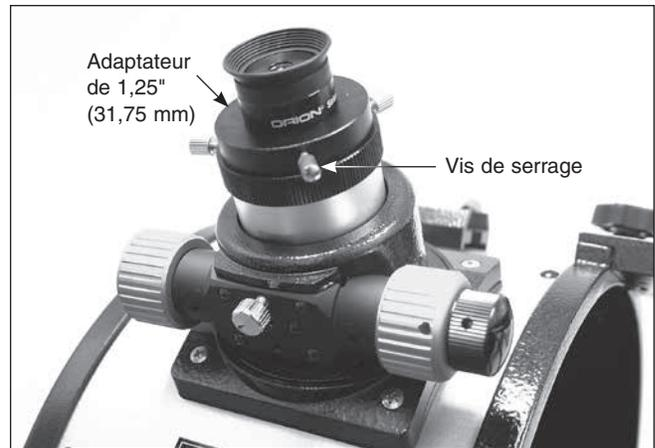

Figure 34. L'oculaire Plössl Sirius de 1,25" (31,75 mm) installé dans l'adaptateur 1,25" (31,75 mm) amovible du porte-oculaire.
4. Pour installer l'oculaire Sirius Plössl 10 mm au lieu de l'oculaire DeepView 2" (50,8 mm), gardez l'adaptateur 1,25" (31,75 mm) dans le porte-oculaire et vérifiez que les deux vis de l'adaptateur 2" (50,8 mm) sont serrées. À présent, desserrez la vis de l'adaptateur 1,25" (31,75 mm) sans desserrer les deux vis de serrage de l'adaptateur 2" (50,8 mm). Insérez l'oculaire 1,25" (31,75 mm) dans l'adaptateur pour oculaire de 1,25" (31,75 mm) et fixez-le en resserrant la vis de serrage sur l'adaptateur 1,25" (31,75 mm) (**Figure 34**). L'oculaire 2" (50,8 mm) peut être rangé dans la tablette porte-oculaires.